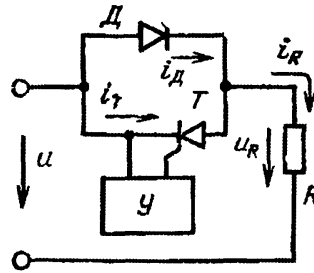

Рис.8. Однофазный прерыватель переменного тока со схемой соединений «тиристор – диод»
15. Нагрузкой однофазного прерывателя переменного тока со схемой соединений «тиристор – диод» является резистор (рис. 8). Определите средние и действующие значения токов, протекающих через тиристор, диод и нагрузку. Напряжение источника